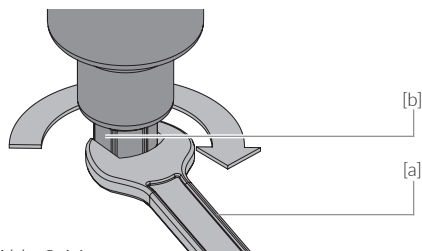

Abb. 9.16
- / Abb. 9.16: Die Abflachungen der Wartungsnuss [b] mit einem Maulschlüssel SW27 [a] umgreifen,